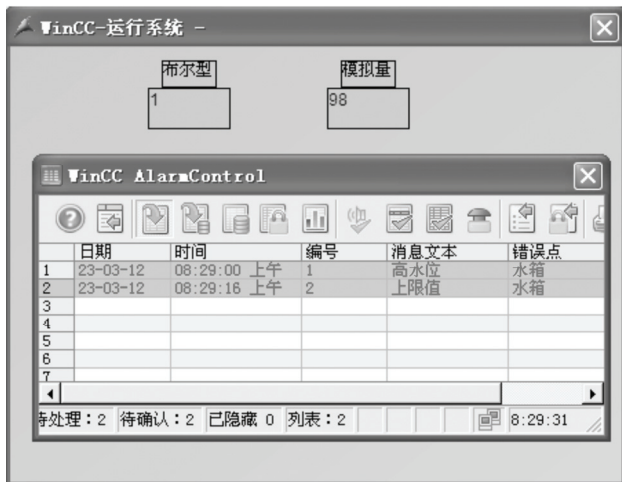

图 6-33 运行后的效果
4) 运行系统。在图形编辑器中,单击“运行系统”按钮,在“输入/输出域”中输入“98”,如图 6-33 所示,就会激发“水箱”中的“高水位”,因为“水箱”中的“高水位”是与 16 位无符号变量“C_fill”关联的,而“输入/输出域”也是与“C_fill”关联的,当“C_fill” ≥ 60 时,也就是“C_fill”大于等于设定的上限值时,激发报警。